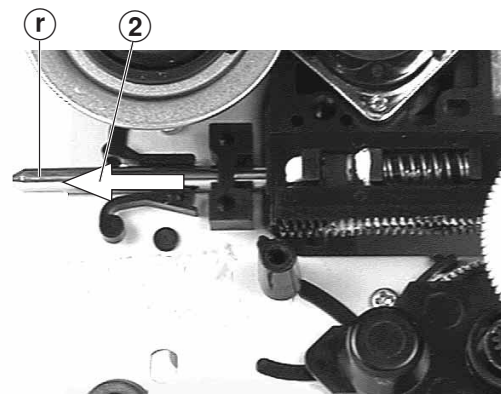

Fig. 14
- Führungsstange (r) in Pfeilrichtung (2) schieben und Lasereinheit abnehmen (Fig. 14).
- Move the guide rail (r) in the direction of arrow (2) and remove the laser pick-up (Fig. 14).